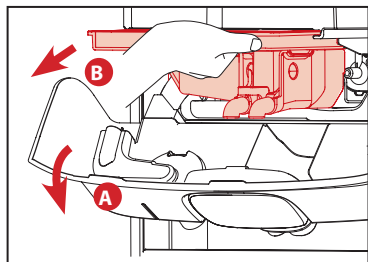

Abb. 1
- A. Das Wasseraufbereitungsfach (A) öffnen (siehe Abbildung 1).
- B. Die Mischrinne gerade herausziehen (B) (siehe Abbildung 1).